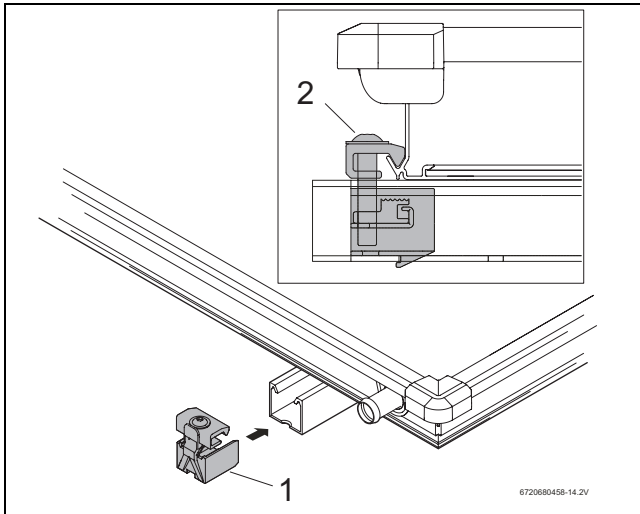

Bild 44 Einseitiger Kollektorspanner links
- ▶ Einseitige Kollektorspanner (Bild 44, [1]) in obere und untere Profilschienen schieben.
- ▶ Kollektorspanner bis an den Kollektorrahmen schieben und mit Schlüssel SW 5 (Bild 44, [2]) verschrauben.